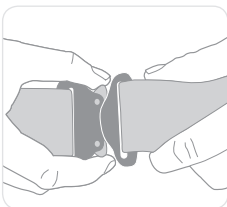

Abbildung 10
- Öffnen Sie die Schnellverschlüsse der Brust- und Beingurte (siehe Abbildung 10).